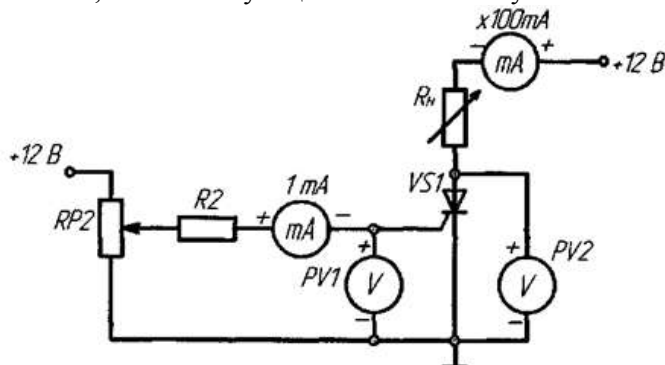

Рис.2
1) Собрать схему для исследования тиристора на постоянном токе в соответствии с рис. 2. Регулятор R_H перевести в положение «0», соответствующее минимальному значению сопротивления.